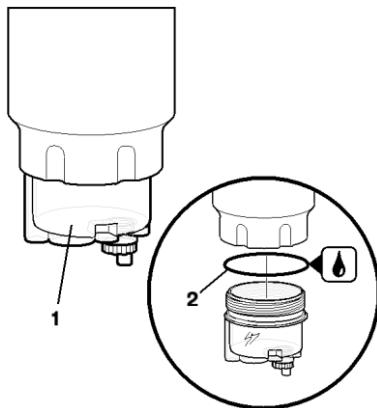

Рисунок 18 – Замена
3. Отвернуть водосборник 1 (см. рисунок 18) с помощью специального ключа, при этом необходимо удерживать сменный фильтр, чтобы он не отвернулся.